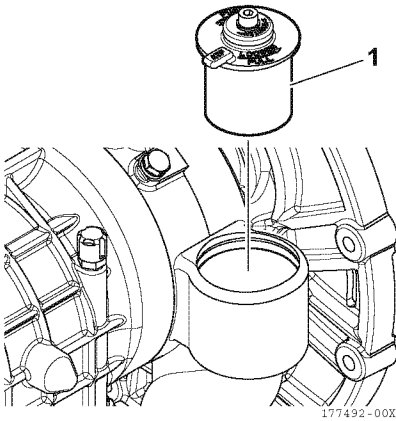

Abbildung 12
2. Die Filtereinheit (1, **Abbildung 12**) vom Getriebe abnehmen.